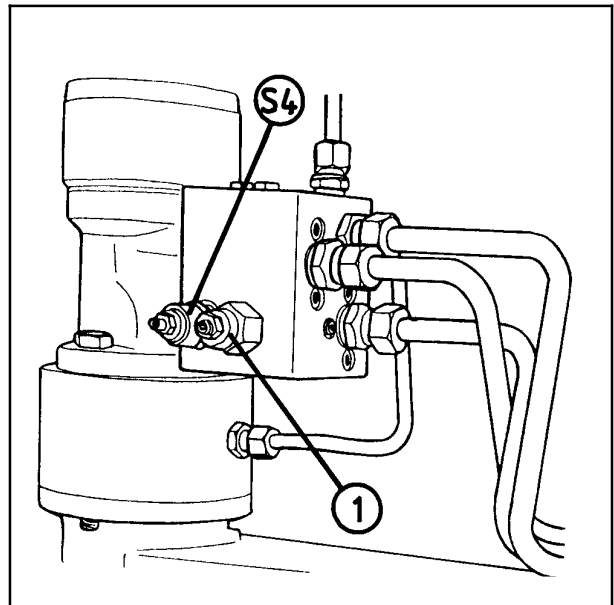

Fig. 14-4
- c) **Soupape de sécurité sur l'arrivée.** (S4, fig.14-4)
- d) **Vanne de retenue.** (Pos. 1, fig. 14-4)